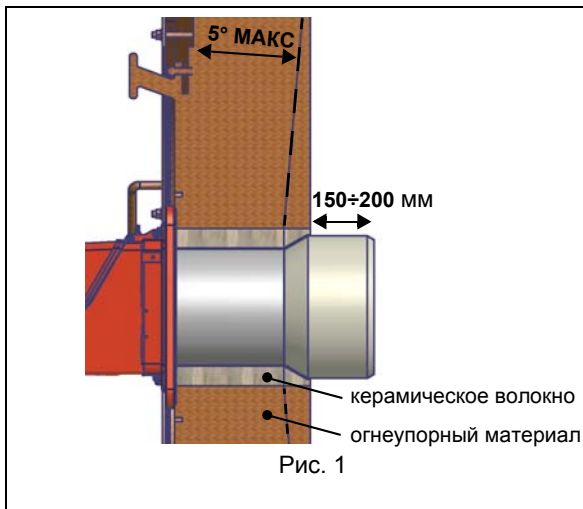

Рис. 1
- Трехходовые котлы (с первым поворотом газов в задней части): сопло должно входить в камеру сгорания примерно на 150 ± 200 мм (Рис. 1).